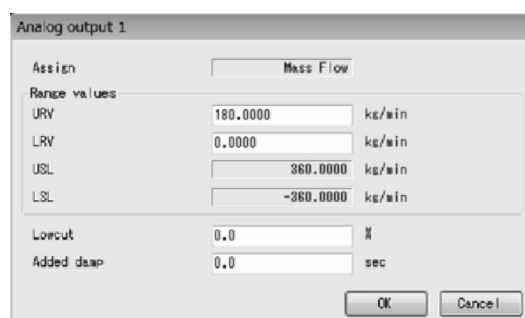

図38
- ⑥ 「OK」 ボタンをクリックした後、項目入力ウィンドウに戻りますので「Cancel」 ボタンをクリックして、項目入力ウィンドウを閉じて下さい。
- 設定を止める場合は②～④の間で「Cancel」 ボタンをクリックして下さい。
- ① メニューの「Setup(S)」をクリックし、「Outputs」のドロップダウンリストの中から、「Analog output 1」を選び再度クリックします。
- ② 次のウィンドウ(図38)が表示されます。ここではアナログ出力1の設定を行います。